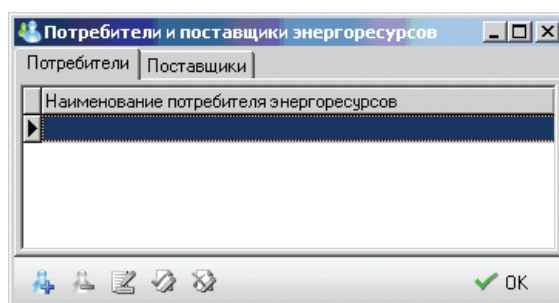

Рисунок 3.54
3.3.5.1 Строка **Список потребителей/поставщиков** служит для вызова всплывающего окна **Потребители и поставщики энергоресурсов** (см. рисунок 3.54);